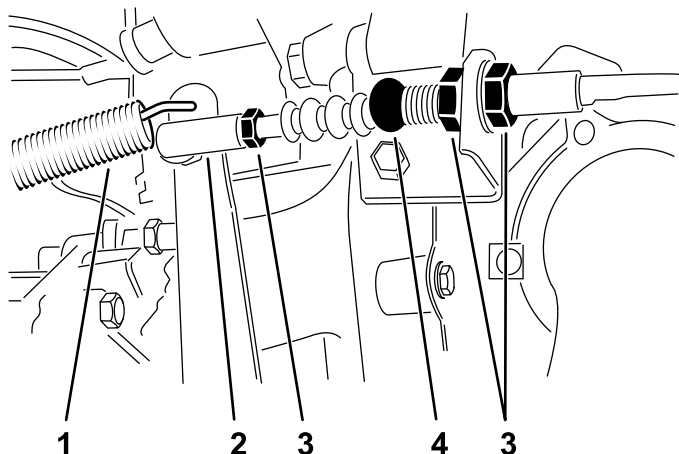

Figura 61
1. Afloje las contratuercas que fijan el cable del embrague al soporte de la carcasa (Figura 61).